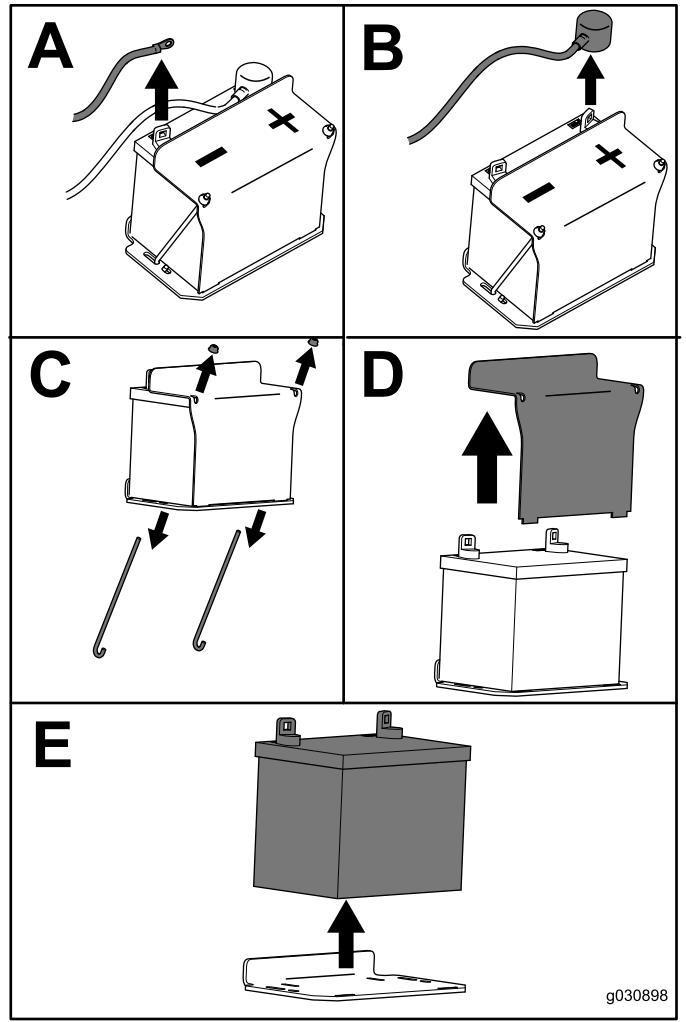

Figura 50
- Remova a bateria como se mostra na Figura 50.